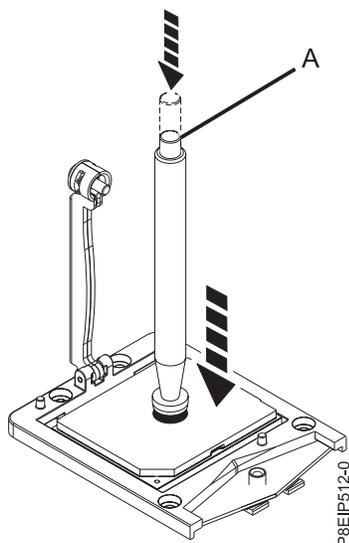

Figura 79. Travando a pinça a vácuo para o módulo de processador do sistema
8. Abaixe a ferramenta de pinça a vácuo no módulo de processador do sistema. Pressione totalmente a parte superior da pinça (**A**) e segure-a no centro do módulo de processador conforme mostrado na Figura 79 na página 67. Libere a parte superior da pinça para prendê-la ao módulo de processador.